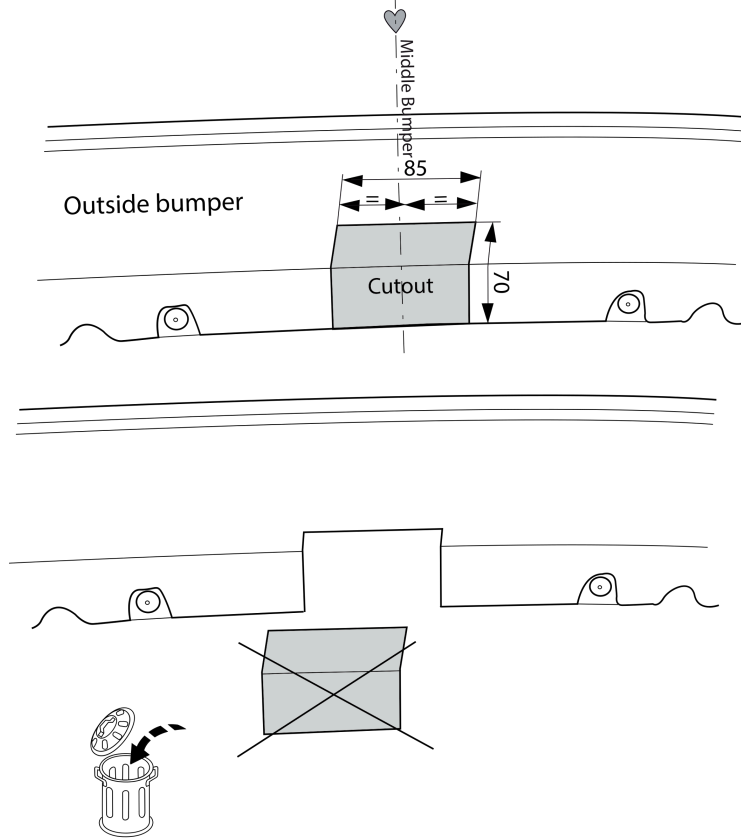

Fig. 4
10. Выпилить обозначенные части, как указано на рис. 4.